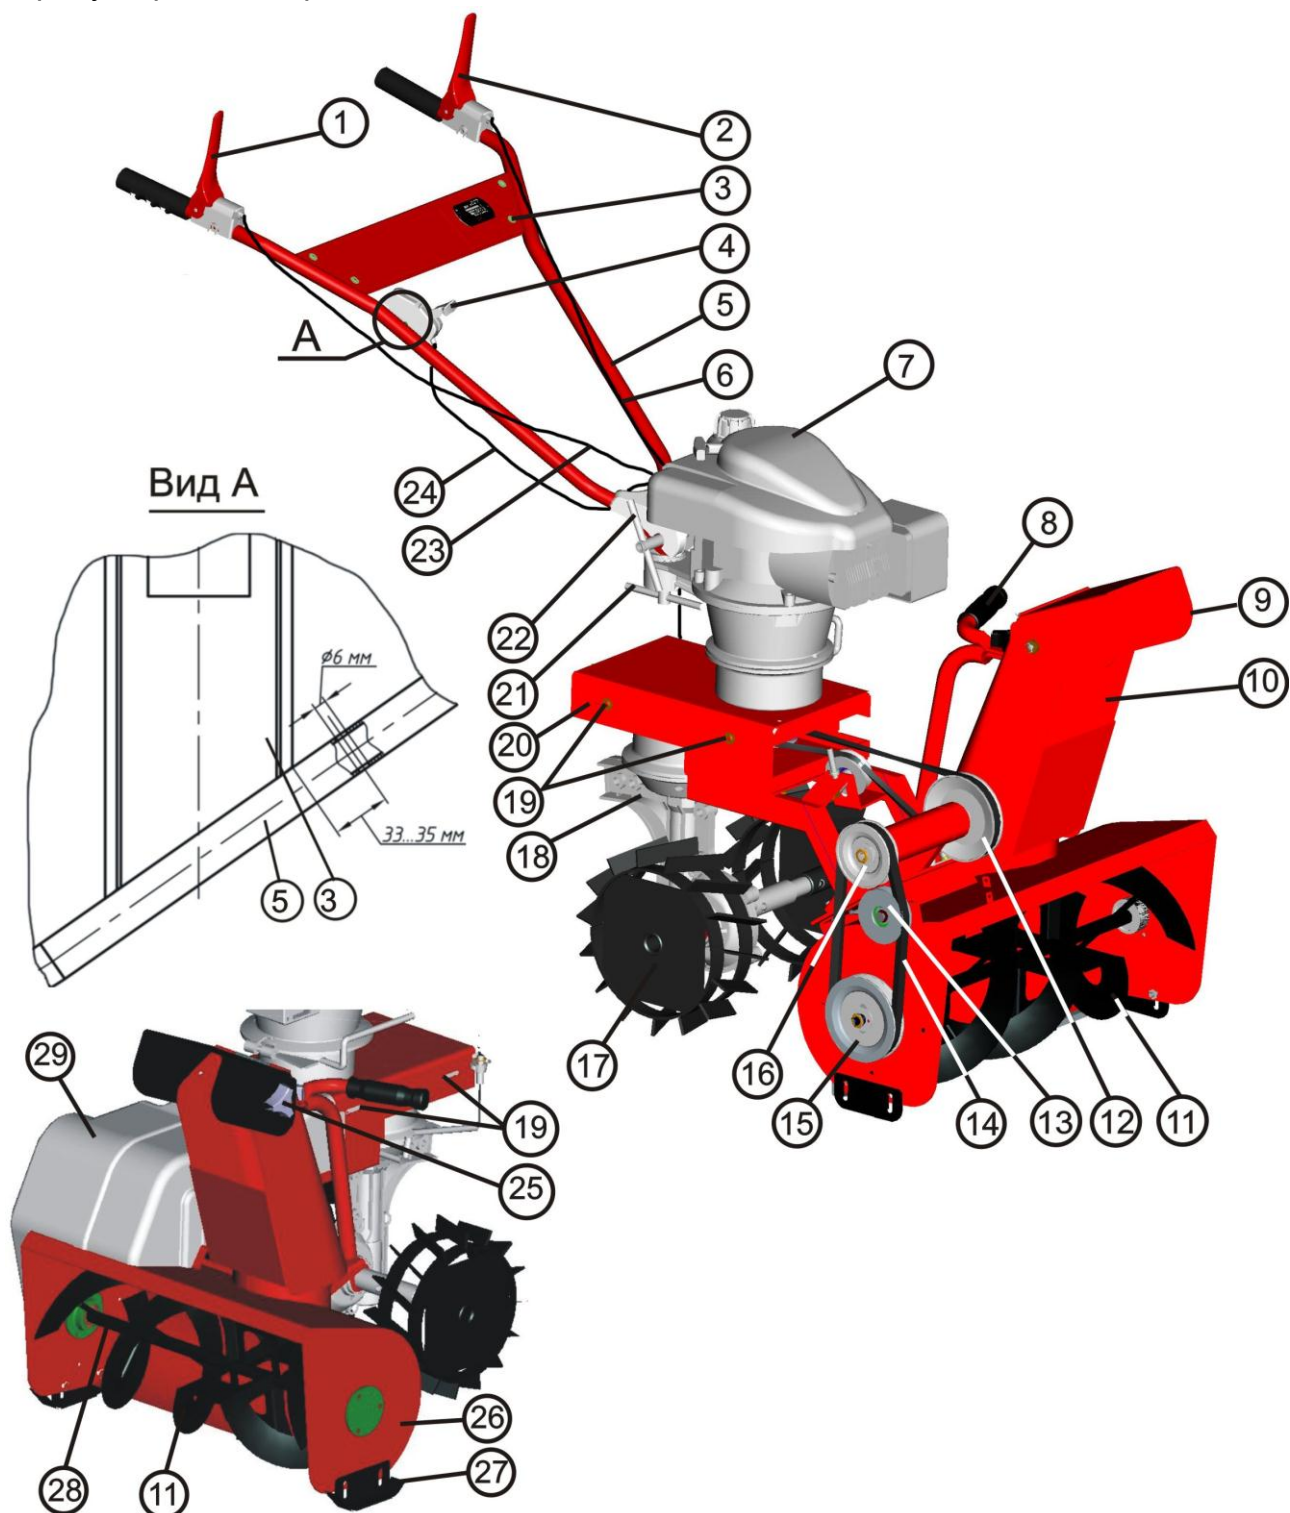
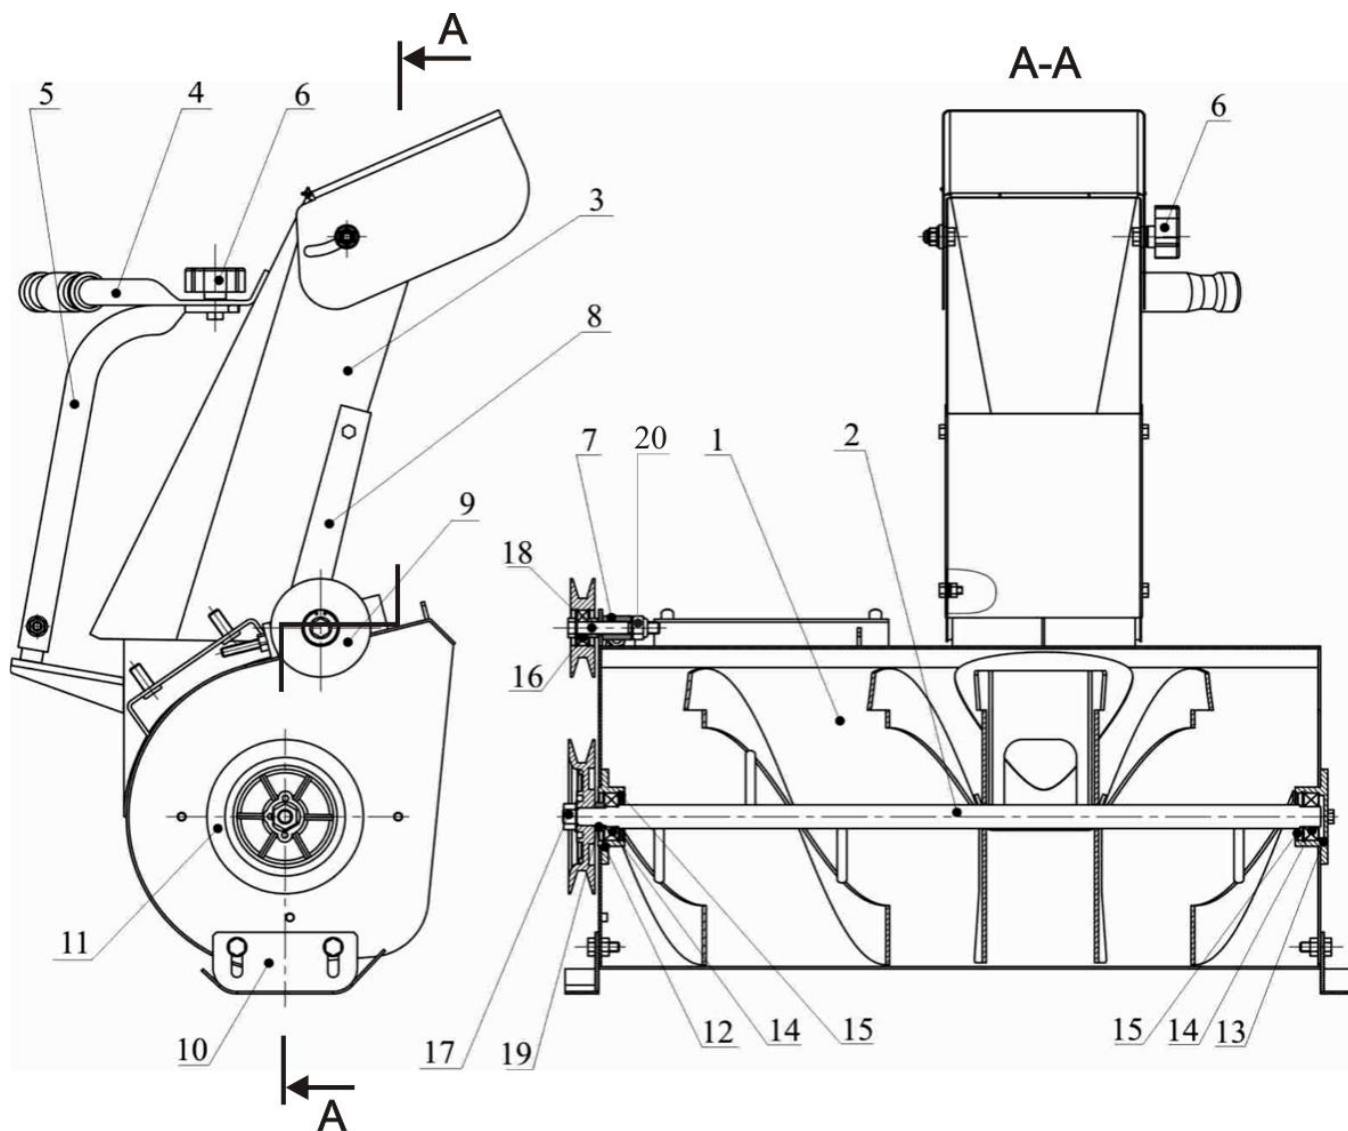
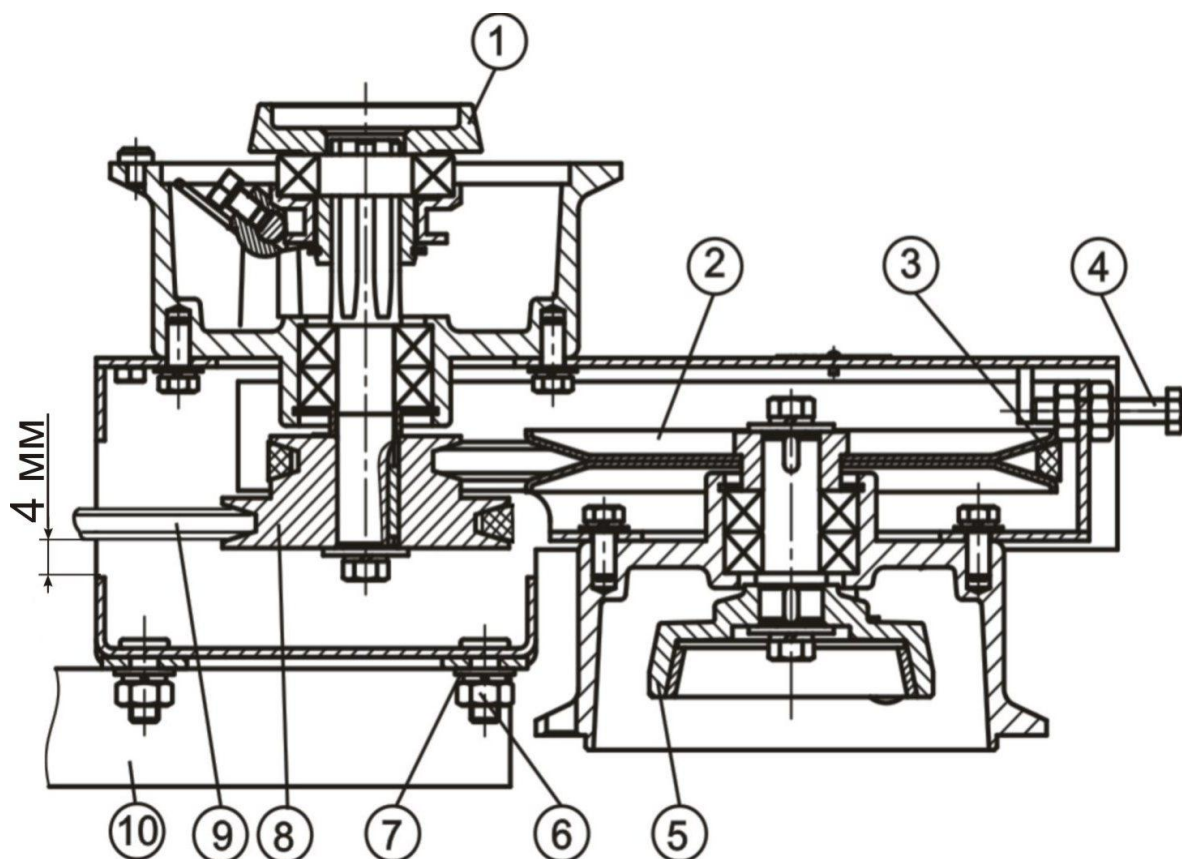
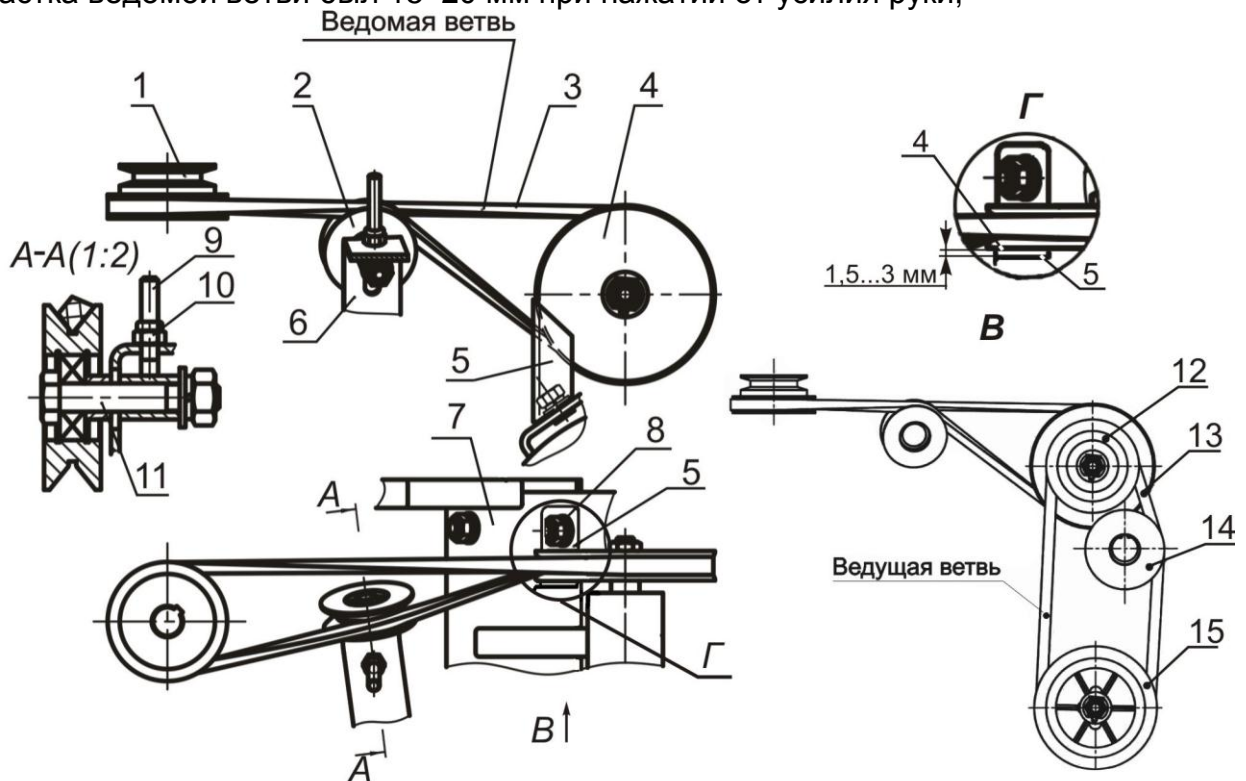

Рис. 1. Мотоснегоуборщик модели MSU-1.
Рис. 2. Конструкция снегоборочного агрегата.
Рис. 3. Конструкция редуктора-адаптера.
Рис. 4. Схема установки приводных ремней снегоуборочного агрегата
Общий вид мотоснегоуборщика представлен на рис. 1. Конструкция снегоуборочного агрегата приведена на рис. 2. На рис. 3 показана конструкция редуктора-адаптера.
Вращение от двигателя передается через конус ведомый 1 (рис. 3) на шкив двигателя 8. С помощью ремня 3 через полумуфту ведущую 5 - на червячный редуктор и на грунтозацепы. А с помощью ремня 9 вращение передается на снегоборочный агрегат. Конус ведомый 1 включается рычагом 1 (рис. 1), расположенным на правой стороне руля.
В первую очередь перемещением рычага 1 (рис. 1) на правой стороне руля включается конус ведомый 1, который обеспечивает через клиноременную передачу вращение снегоборочного агрегата и шкива ведомого 2, на валу которого находится полумуфта ведущая 5. Затем рычагом 2 (рис.1), расположенным на левой стороне руля, происходит включение хода мотоснегоуборщика.
- к раме снегоуборочного агрегата 10 подсоединить редуктор-адаптер, закрепив его гайками 6 с шайбами 7, как показано на рис. 3, гайки не затягивать;
- установить ремень привода 1 (А-1000 ГОСТ 1284.2-89) поз. 3, как показано на рис. 4. Перемещая редуктор-адаптер относительно рамы снегоуборочного агрегата, создать предварительное натяжение ремня таким образом, чтобы прогиб ремня на середине участка ведомой ветви был $15 \div 20$ мм при нажатии от усилия руки;
- затянуть гайки 6 (рис. 3) крепления редуктора адаптера к раме снегоуборочного агрегата 10;
- натянуть ремень 3 перемещением шкива 2 натяжкой ремня 9 (рис. 4). Прогиб ремня на середине участка ведомой ветви при нажатии от усилия руки должен быть не более 10 мм. Затянуть гайку 10 на натяжке ремня 9. При этом зазор между ведущей ветвью ремня и корпусом редуктора-адаптера должен быть не менее 4 мм (см. рис. 3). Затем необходимо произвести сборку снегоуборочного агрегата с рамой для этого:
- установить раму с редуктором-адаптером на 4 шпильки, приваренные к платформе 7 снегоуборочного агрегата (рис.4) и прихватить гайками;
- установить ремень привода 2 (В(Б)-800 ГОСТ 1284.2-89) поз. 13, как показано на рис. 4;
- на верхнюю левую шпильку 8 (рис. 4) установить ограничитель ремня 5 (см. рис. 4);
- выставить зазор между шкивом ведомым 4 и ограничителем ремня 5 он должен составлять $1,5 \div 3$ мм (рис. 4);
- натянуть ремень привода 2 (В(Б)-800 ГОСТ 1284.2-89) поз. 13(рис. 4) перемещением шкива натяжного 14 (рис. 4) при помощи натяжки шкива 7 (рис. 2) и затянуть гайку 20 (рис. 2). Ремень нормально натянут, если на середине участка ведущей ветви при нажатии от усилия руки прогиб не более 10 мм;
- установить закрытие переднее 29 (рис. 1) и закрепить болтами.
- на руле, согласно рис. 1 вид А просверлите отверстие диаметром 6,5 мм и установите рычаг управления дроссельной заслонкой;